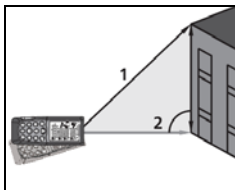

Fig. 9 : Exécution mesure Indirecte à 2 points
3. Placer l'instrument dans le point le plus haut (1) de la mesure (voir Fig. 9) et appuyer sur la touche  ou sur la touche latérale **MEAS** pour exécuter la mesure. Le résultat est affiché au premier écran partiel. Le symbole «  » s'affiche à l'écran avec côté « 2 » clignotant.
4. Placer l'instrument de la façon la plus horizontale possible (2) de la mesure (voir Fig. 9) et appuyer sur la touche  ou sur la touche latérale **MEAS** pour exécuter la mesure. Le résultat est affiché au deuxième écran partiel.
5. La valeur finale du résultat (obtenu en tant que $\sqrt{(1)^2 - (2)^2}$) apparaît à l'écran résultant.